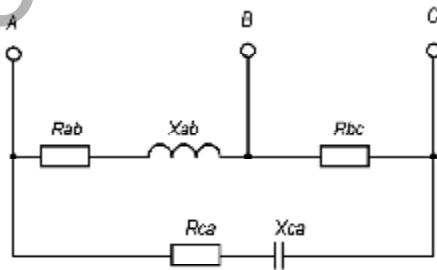

Рисунок 3.11
**Решение.** Составляем схему цепи (рис. 3.11).